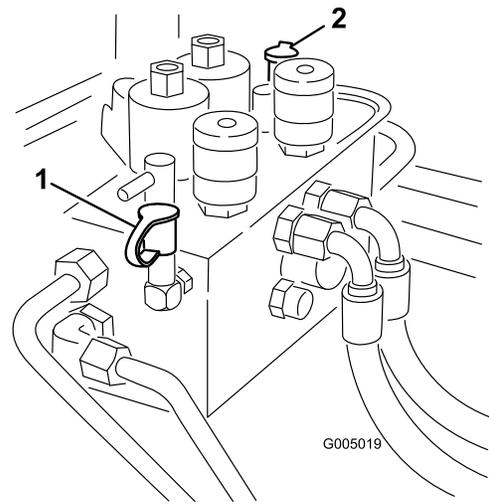

Figure 82
2. La prise d'essai B (Figure 82) est utilisée dans les contrôles de dépannage du circuit hydraulique des plateaux de coupe avant.
3. La prise d'essai B (Figure 82) est utilisée dans les contrôles de dépannage du circuit hydraulique des plateaux de coupe arrière.